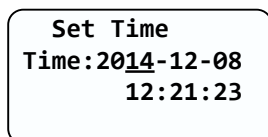
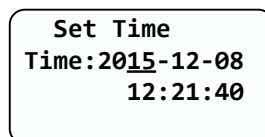

Fig. 6.3.7
Fig. 6.3.8
- 1) À l'interface de l'heure système, le réglage de l'heure commence par la séquence suivante : Year (Année) -> Month (Mois) -> Date (Jour) -> Hour (Heure) -> Minute. En tapant une fois, le réglage augmente d'une unité, par exemple en augmentant d'un an, comme illustré sur la Figure 6.3.7 et la Figure 6.3.8.